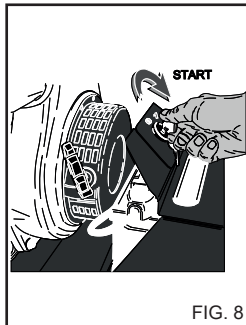

FIG. 8
a) Mettez le commutateur du moteur sur OFF (fig. 8).